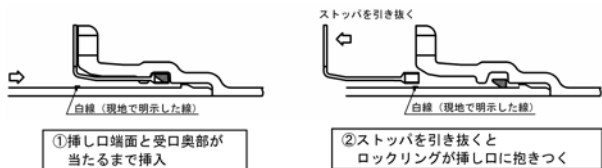

図30 挿し口の挿入
- (1) 管をクレーンなどで吊った状態にして挿し口を受口に預ける。
- (2) 挿し口先端が受口奥部に当たるまでゆっくりと挿入する(図30①)。
- (3) 現地で挿し口に明示した白線が、受口端面の位置まで全周にわたって挿入されていることを確認したら、ストップを引き抜く。これにより、ロックリングは挿し口外面に抱きつく(図30②)。